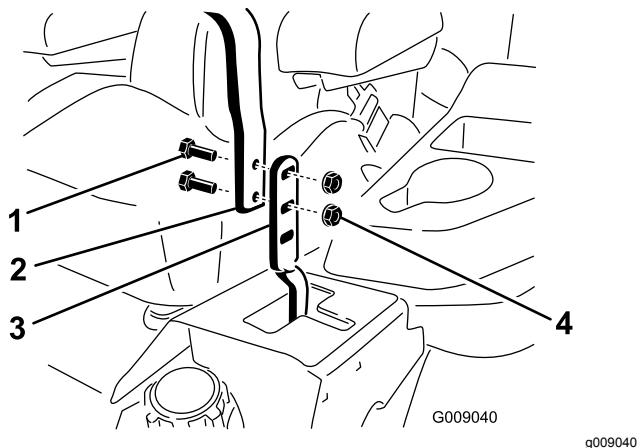

Figura 61
3. Afloje los pernos y las tuercas con arandela prensada de las palancas (Figura 61).
4. Alinee las palancas en el sentido adelante/atrás acercándolas a la posición de PUNTO MUERTO, y moviéndolas hasta que estén alineadas; luego apriete los pernos (Figura 61).